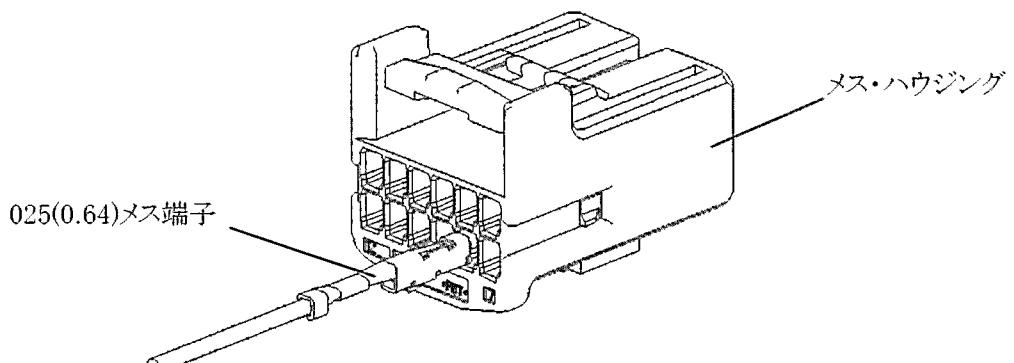

Fig.9
(3)Fig.9 のような向きにメス端子を指定のキャビティ(メス端子が収納される穴)に挿入します。ランス(端子ランス)が係止され、それ以上挿入できなければ完了です。